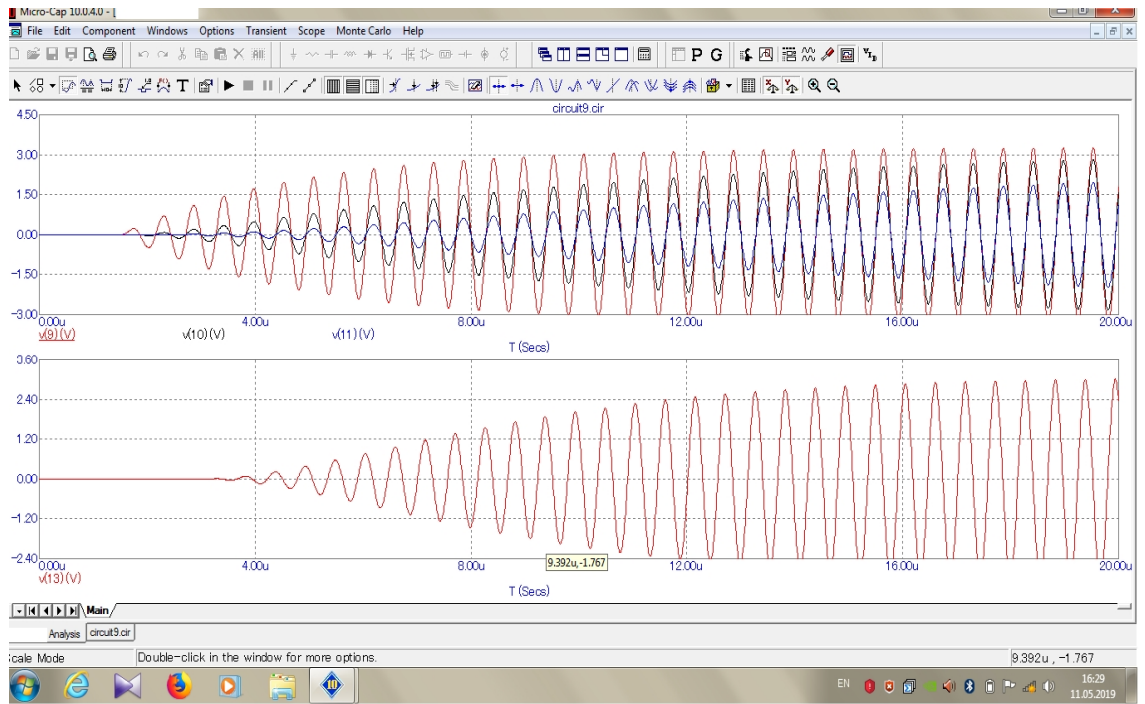

Рис.6
1. Результаты моделирования, изображенные на рис.6, возможно были получены при исследовании схем:
- рис.6;
- рис.6;**